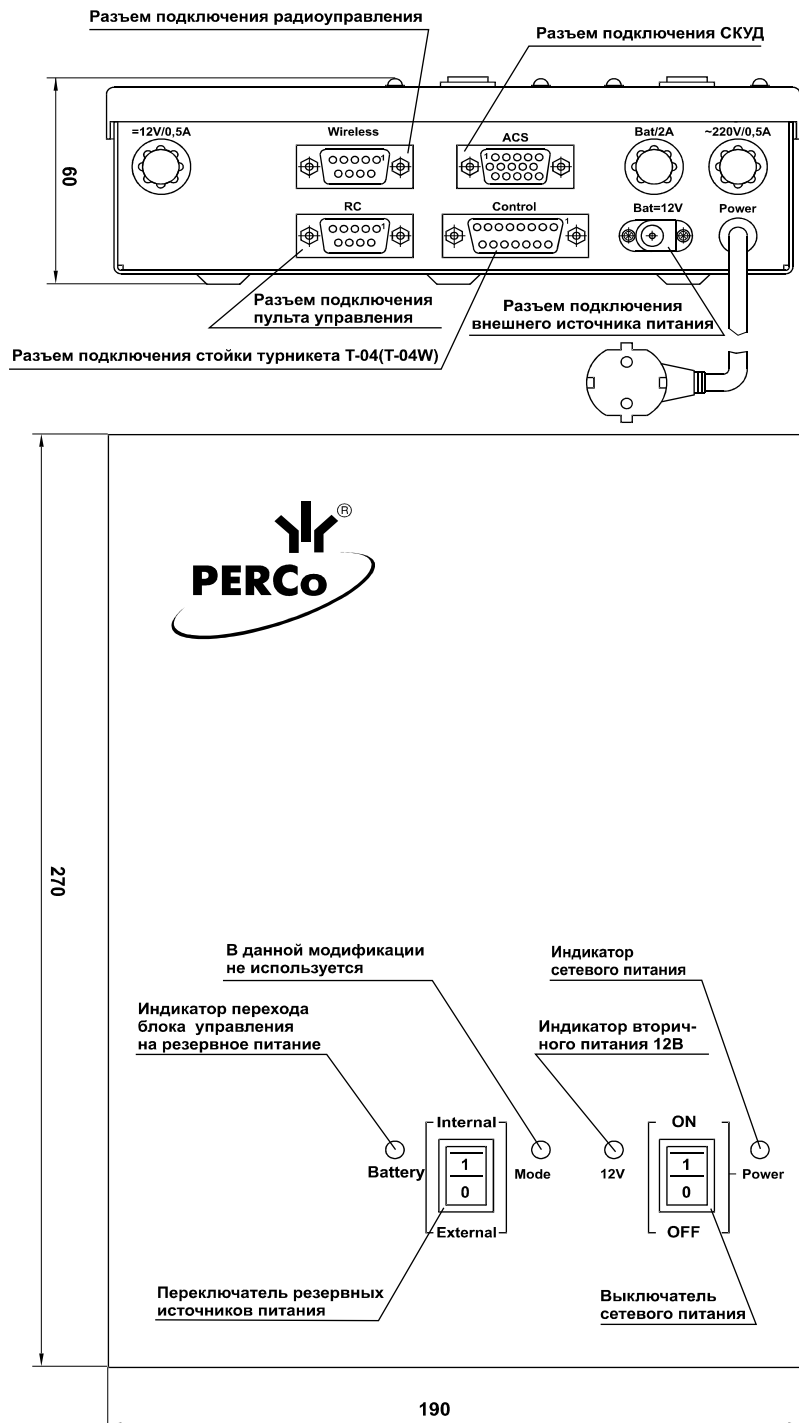

Рис. 2 Блок управления
6.2.4. Пульт управления выполнен в виде небольшого настольного прибора в корпусе из ударопрочного АБС пластика и предназначен для задания и индикации режимов работы при ручном управлении турникетом. Пульт управления подключается к блоку управления гибким многожильным кабелем (6) через разъем «RC» (см. рис. 2).
Изменить ориентацию пульта управления относительно установки стойки турникета (если по месту установки стойка турникета обращена к оператору не лицевой, а тыльной стороной) можно, переключив пульт управления на разъем «Wireless» блока управления (см. рис. 2).
На лицевой панели блока управления (см. рис. 2) расположены следующие индикаторы: